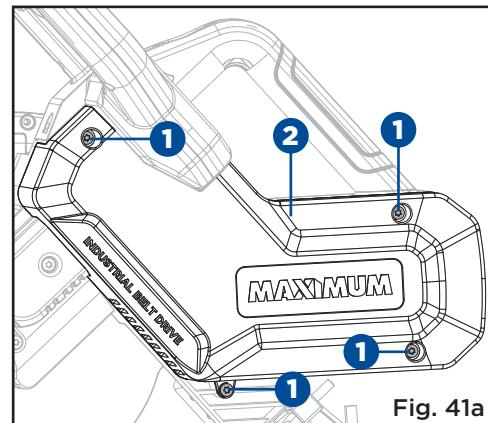

Fig. 41a
RETRAIT ET REMPLACEMENT DE LA COURROIE (FIG. 41a-41b)
- Desserrez et retirez les quatre vis (1) du cache-courroie à l'aide de la clé mâle T25 (non fournie).
- Retirez le cache-courroie (2). (Fig. 41a)